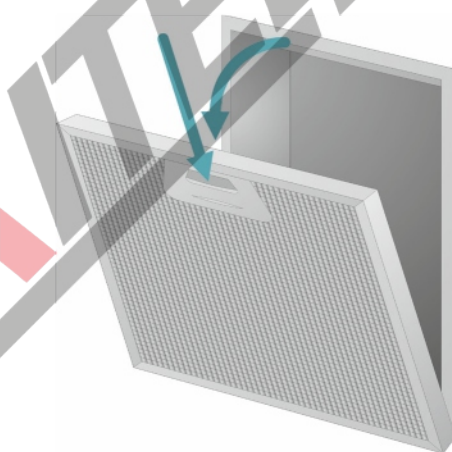

Рис. 12 Снятие алюминиевого жирославяющего фильтра
1. Нажмите на защелки на жирославяющем фильтре и снимите фильтр. (Рис. 12)